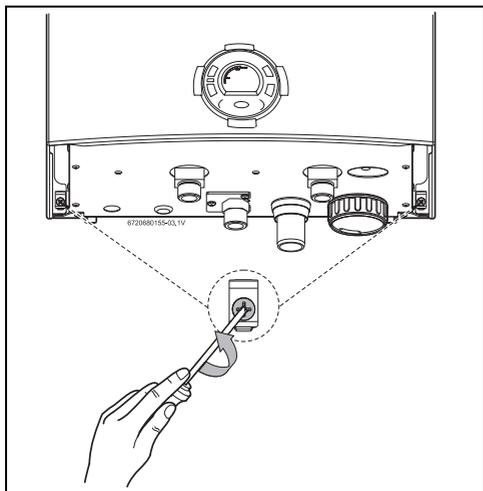

Fig. 19 Retirar los dos tornillos
- ▶ Aflojar los dos tornillos ubicados en la parte posterior del aparato (Fig. 19).
- ▶ Retirar la parte delantera del aparato, consultar (Fig. 19 y 20).